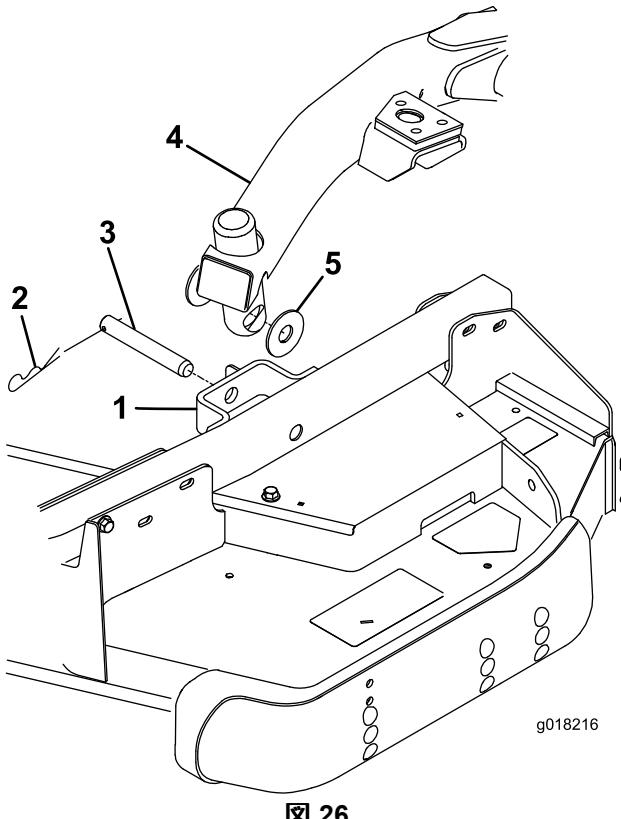

図 26
4. 昇降スイッチを前位置フロート位置にセットする。昇降アームを押し下げて、昇降アームについている穴とキャスタアームのブラケットについている穴を整列させ、昇降アームのパッドに刈高ロッドを挿入できるようにする(図 26)
5. スラストワッシャ 2 枚、クレビスピンドル、ヘアピンコッターを使って、昇降アームをキャスタアームに固定する。スラストワッシャは昇降アームとキャスタアームブラケットの間に inserer(図 26)コッターピンを、キャスタアームタブのスロットに差し込んで固定する。